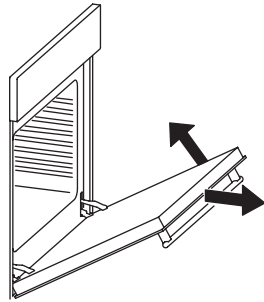

fig. 15: Ovendeur verwijderen
- Doe de ovendeur half dicht en neem de deur uit de steunen (zie fig. 15). Ga voorzichtig met de ovendeur om en laat de scharnieren in positie.